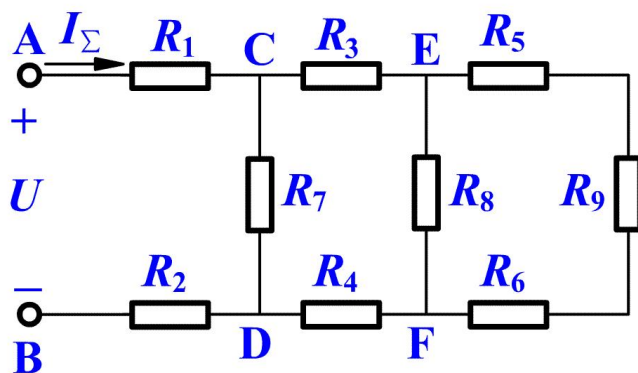

图2-13 例2-7
【例2-7】如图 2-13 所示，已知 $R_1 = R_2 = 8\ \Omega$ ， $R_3 = R_4 = 6\ \Omega$ ， $R_5 = R_6 = 4\ \Omega$ ， $R_7 = R_8 = 24\ \Omega$ ， $R_9 = 16\ \Omega$ ；电压 $U = 224\ \text{V}$ 。试求：(1) 电路总的等效电阻 R_{AB} 与总电流 I_Σ ；
(2) 电阻 R_9 两端的电压 U_9 与通过它的电流 I_9 。